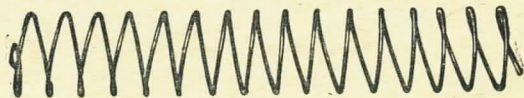

Рис. 70. Пружина подавателя
**Пружина подавателя** (рис. 70) служит для подачи вверх подавателя с патронами.